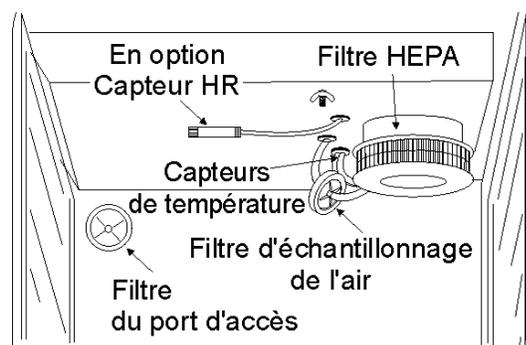

Figure 1-9. Emplacements des filtres et des capteurs
Repérez l'ouverture dans le coin supérieur gauche de la cuve intérieure. Retirez la bande adhésive de l'ouverture à l'extérieur de l'unité. Repérez le bouchon avec filtre dans le sachet fourni avec le matériel. Installez l'ensemble dans l'ouverture à l'intérieur de la cuve. Voir Figure 1-9.
4. Introduisez l'extrémité libre de la tubulure du filtre d'échantillonnage de l'air dans le l'orifice plus grand à l'arrière de la spirale du ventilateur. La configuration montée est représentée Figure 1-9.
3. Installez le filtre comme indiqué Figure 1-9.